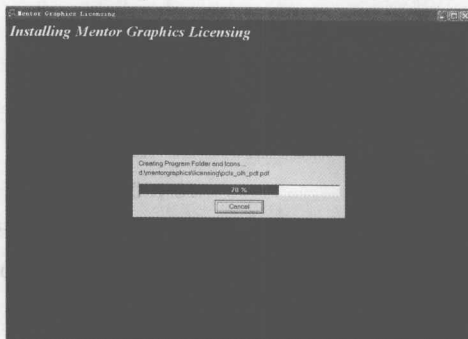

图 1-4 安装进度显示窗口
(4) 当准备完成之后，出现如图 1-4 所示的安装进度显示窗口。